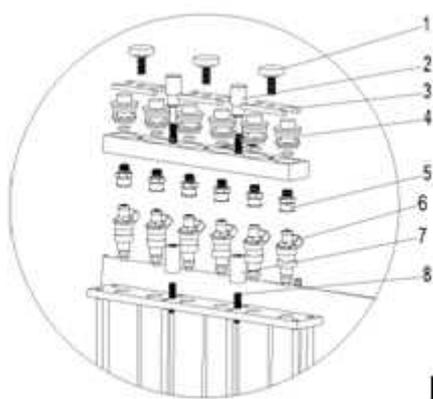

IMAGEN 2
- 3.- Ajuste la posición de tornillo y tuerca estriada, según altura de los inyectores. Monte el distribuidor de combustible e inyectores en el soporte. Apriete las tuercas estriadas, como se observa en la imagen 2.